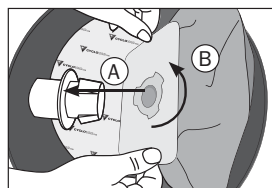

figure 20
4. Assurer l'étanchéité en insérant le sac jusqu'à la bague de rétention (**figure 20 - A**).
Effectuer une rotation du sac d'environ 20° (**figure 20 - B**) vous assurant que les coches du sac ne sont plus alignées avec les pointes de l'adaptateur.